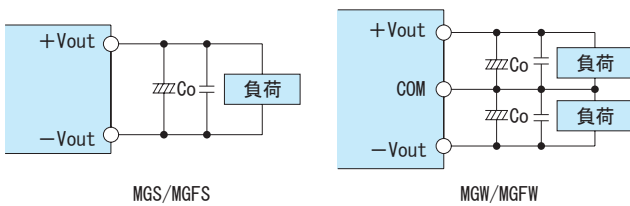

図2.4 出力側外付けコンデンサ接続方法
■出力リップル電圧を低減するには、図2.4のように出力端子に電解コンデンサまたはセラミックコンデンサCoを接続してください。